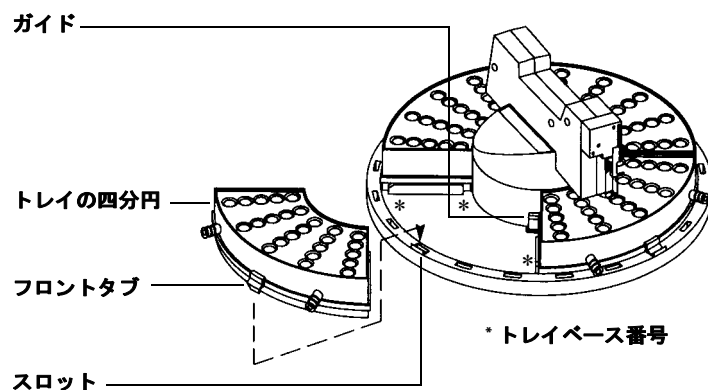

図13 トレイの四分円を取り付ける
- 7 トレイの四分円を取り付けます(図13)。四分円の番号がトレイのベース番号と一致していることを確認します。